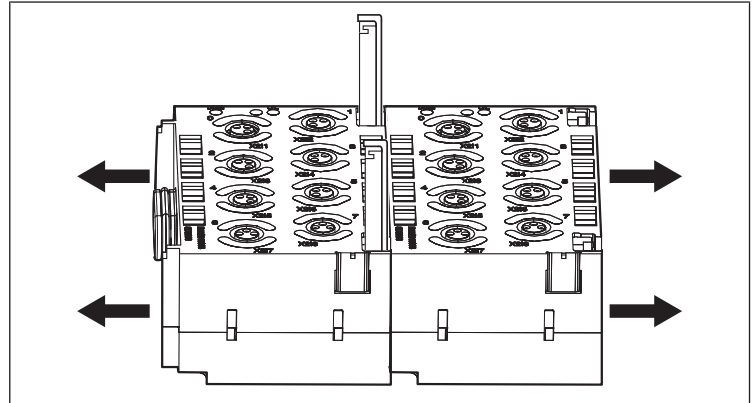

Fig. 7: Separazione dei moduli
4. Estrarre tutti i componenti verso sinistra, fino a quando non sono più collegati (vedere Fig. 7: Separazione dei moduli).